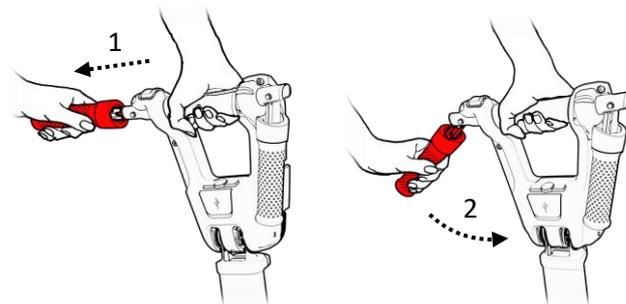

Figure 37
2. Pliez les deux poignées du guidon (voir la figure 37).